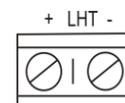

Рисунок 2
**д)** подключить клеммы оповещателя (рисунок 2) к источнику питания в соответствии с выбранной схемой подключения.